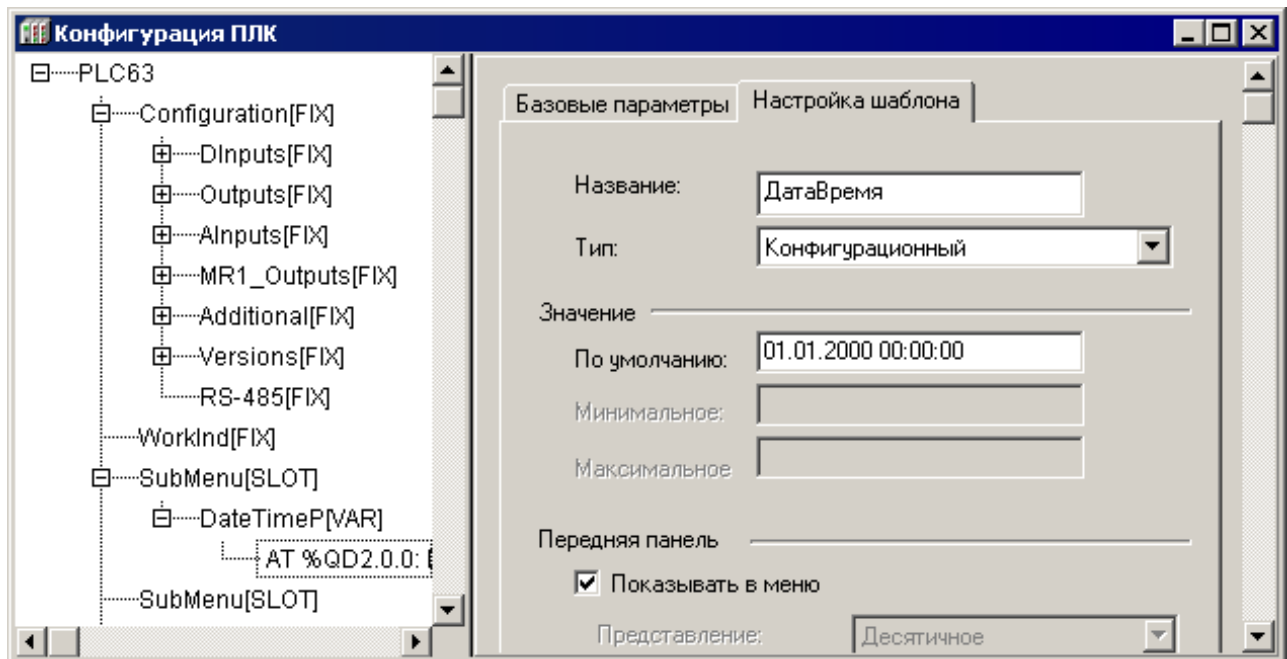

Рисунок 7.23 – Формат значения параметра «DateP»
- «DateTimeP» – подэлемент, содержащий дату и время; имеет канал типа DWord, в котором хранится значение времени и даты в специальном формате. Значение параметра задается в формате ДД.ММ.ГГГГ ЧЧ:ММ:СС, см. рисунок 7.23. Максимальное и минимальное значение для данного параметра не устанавливается. Для преобразования данных подэлемента «DateTimeP» в стандартный формат используется специальная функция «DT\_TO\_SystemTimeDate» из библиотеки «Owen\_fb», которая возвращает указатель на структуру «SystemTimeDate» из библиотеки «SYSLIBTIME». Для обратного